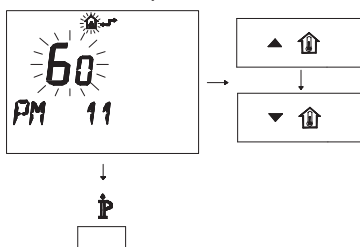

Figura 5.28
- Per modificare il SET programmato agire sui pulsanti o e aspettare che il numero programmato cominci a lampeggiare (Figura 5.28). Ogni passo incrementato o decrementato corrisponde a 1 secondi.